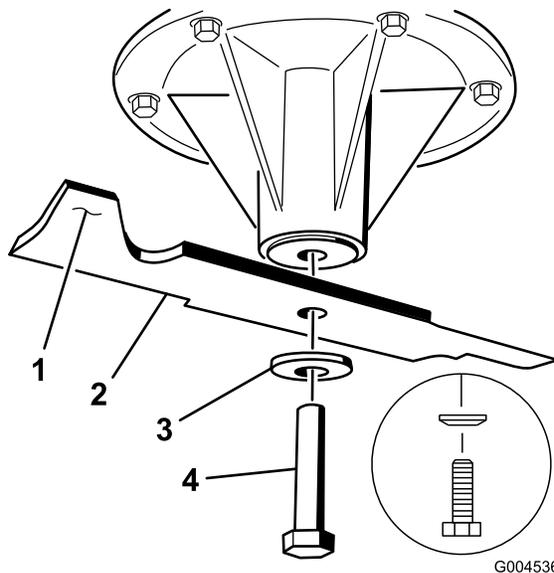

図 81
1. スピンドルシャフトにブレードを取り付ける (図 81)。
2. スプリングディスクとブレードボルトを取り付ける 図 81。
**注** スプリングディスクは、円錐部をボルトの頭に向けて取り付ける 図 81。